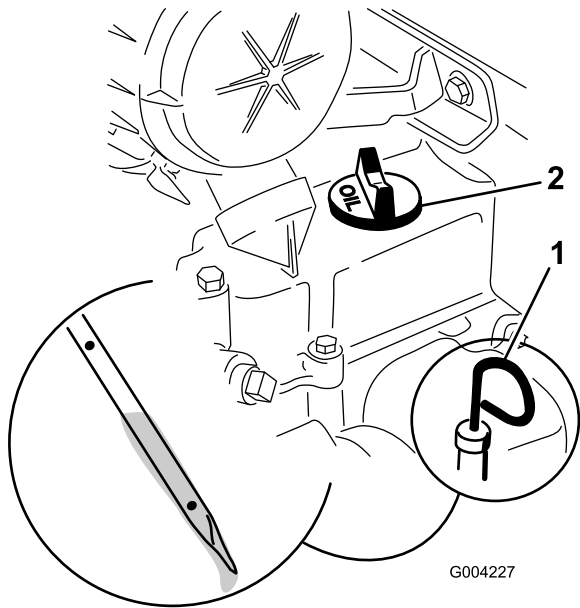

Figure 11
4. Nettoyez la surface autour de la jauge d'huile (Figure 11).
5. Sortez la jauge d'huile et essuyez soigneusement l'extrémité métallique (Figure 11).
6. Enfoncez la jauge complètement dans le tube (Figure 11).
8. Si le niveau est bas (sous le trou inférieur), nettoyez la surface autour du bouchon de remplissage et enlevez le bouchon (Figure 11).